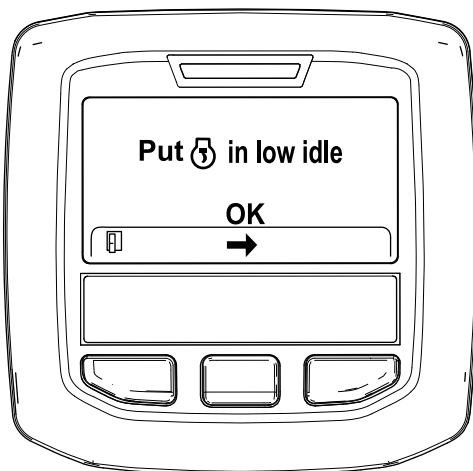

Figura 43
6. Mova o controlo da aceleração para RALENTI BAIXO e prima o botão central (Figura 43).